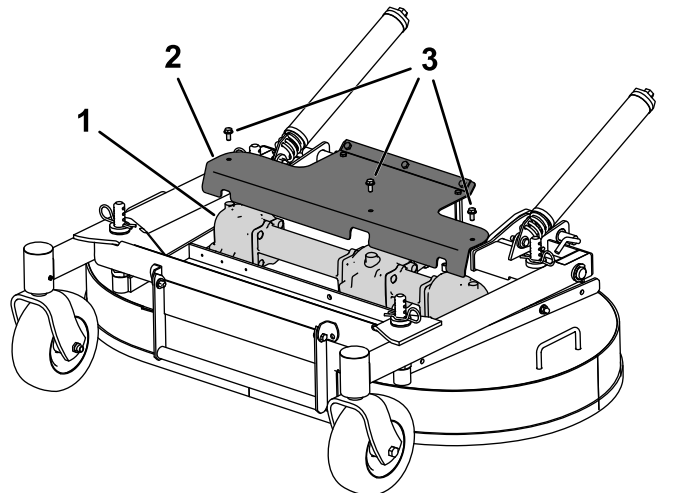

Figura 34
3. Îndepărtați apărătoarea pentru a avea acces la cutia de viteze (Figura 34).